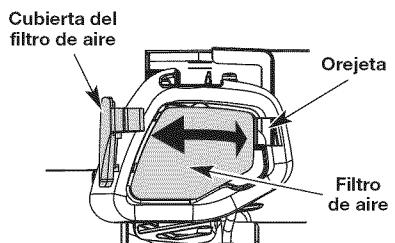

Fig. 24
- Abra la cubierta del filtro de aire presionando hacia dentro la lengüeta de traba y sacando la cubierta del filtro (Fig. 24).
- Retire el filtro de aire (Fig. 24).
- Vuelva a colocar el filtro de aire en la placa de base (Fig. 24).
7. Vuelva a instalar la tapa del filtro de aire. Coloque las dos pequeñas lengüetas de la cubierta del filtro de aire sobre las dos ranuras de la placa posterior y presione la cubierta hacia abajo, cerciorándose que la lengüeta y la ranura estén bien alineadas, hasta que encaje en su lugar (Fig. 24).